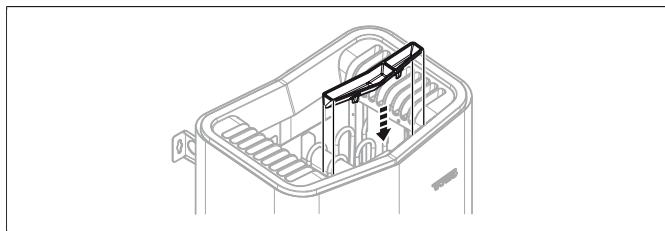

Fig 11: Montering av doftbehållare/luftfuktare
- Montera örtskål/luftfuktare (se **Fig 11**, sidan 5).